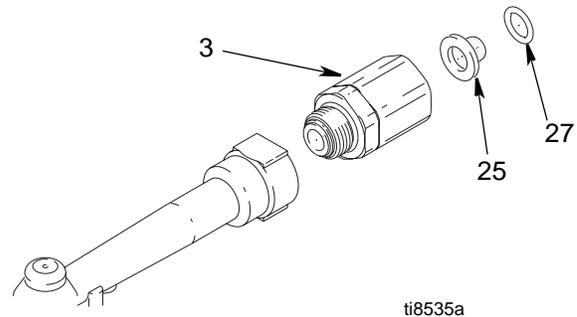

FIG. 1
## Instrucciones de Reparación (FIG. 1)
1. Desatornille la manguera del giratorio (3).
2. Remueva el anillo-o (27) y filtro (25) del interior del giratorio (3) con un removedor de anillo-o.
3. Empuje el filtro nuevo (25) en el giratorio (3). Asegúrese que esté sentado adecuadamente.
**NOTA:** Oriente el filtro nuevo (25) de manera que el lado cóncavo de la pantalla mire en el sentido del flujo, como se muestra en la FIG. 1.